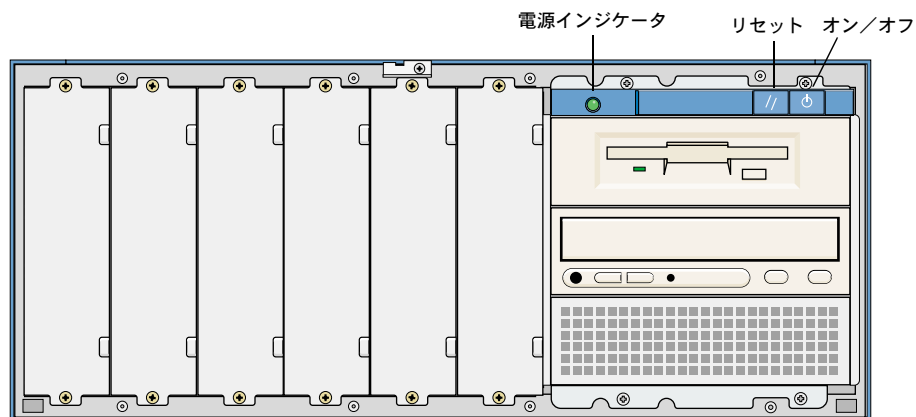

図4 ノード前面パネルの制御ボタンとLED
10. マスターノードの電源を入れます。マスターノードはラック内で一番下にあるノードです。前面にある緑の電源インジケータ LED が点灯します。図 4 に、前面の制御ボタンと電源ステータス LED を示します。